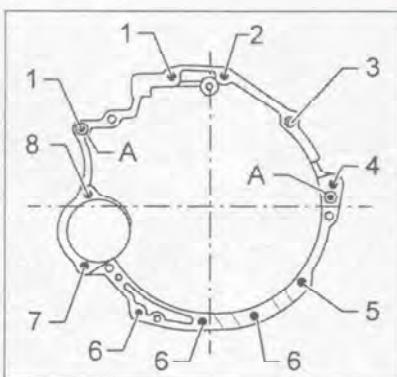

Рис. 7.185. Последовательность затяжки болтов крепления коробки передач.
30. Проверьте наличие в блоке цилиндров центрирующих втулок (A) и установите их при необходимости (рис. 7.185).